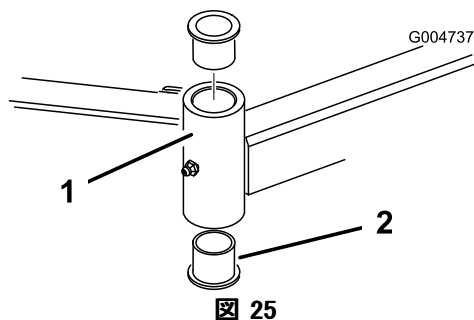

図 25
4. ピンポンチを使って、チューブの上または下からブッシュをたたき出す（図 25）。他のブッシュも、同様にしてチューブから取り外す。チューブの内部をきれいに清掃する。